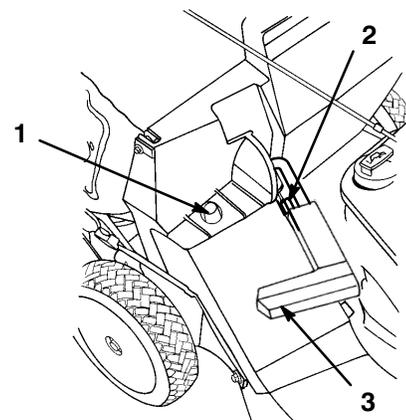

Figure 14
2. Vérifier que la poignée du volet d'éjection est entièrement abaissée vers l'avant et que le loquet est engagé par l'ergot (Fig. 14).
3. Enfoncer le trou de l'armature du sac sur le tenon du carter de tondeuse (Fig. 14).
2. Tirer la poignée du volet d'éjection vers le haut, puis l'abaisser vers l'avant jusqu'à ce que l'ergot engage le loquet (Fig. 14).